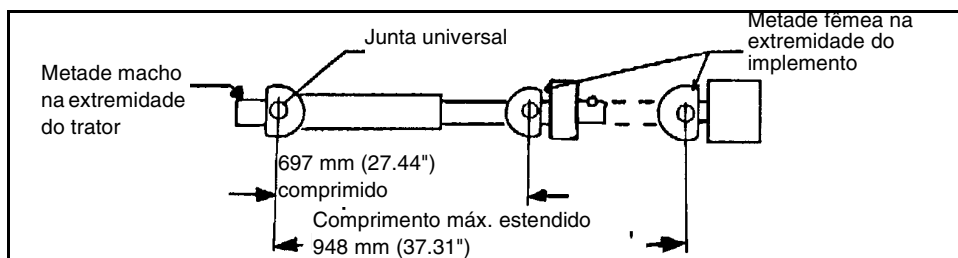

Figura 6. Dimensão da transmissão
5. Mova a unidade para sua posição de trabalho mais alta e mais baixa e meça essa dimensão outra vez. [O eixo da unidade pode ter movimento telescópico (consulte a Figura 6) antes de ter sido encurtado.]